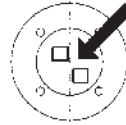

Fig. 2
Point zéro par potentiomètre, revêtu d'une couche de laque blanche (fig. 2)
Pente par potentiomètre, revêtu d'une couche de laque rouge (fig. 2), +/- 10 % du signal de sortie effectif peut être décalé par admission de pression correspondante.
- Régler le point zéro du signal de sortie avec le potentiomètre de zéro (laqué en blanc, fig. 2).
- Mettre la pression supérieure désirée et ajuster le signal de sortie à l'aide du potentiomètre (laqué en rouge, fig. 2).